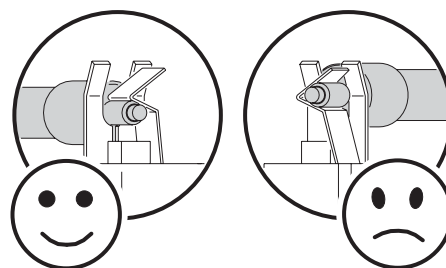

Figure 4: Positionnement correct de la lampe
6. Vérifiez que les extrémités des douilles soient coincées par le ressort en V et pas dans le V lui-même (Figure 4).